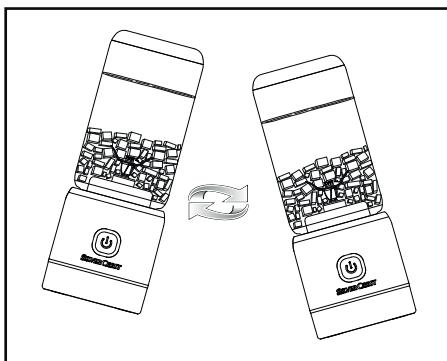

Fig. 1
- 1) Hæld de forberedte ingredienser i blenderbægeret ④, først de flydende ingredienser og derefter frugterne.
- Bemærk:** Hæld aldrig flere ingredienser i end op til MAX-markeringen på blenderbægeret ④! Ellers kan produktet ikke blende ingredienserne rigtigt!
- 2) Vend motordelen ⑨ om, så krydskniven ⑤ vender nedad. Sæt motordelen ⑨ på blenderbægeret ④, og skru det fast i urets retning.
- i Bemærk:** En sikkerhedsmekanisme sørger for, at produktet kun kan fungere, når blenderbægeret ④ er sat rigtigt på. Hvis indikatorlampen ⑧ blinker 5 gange rødt, betyder det, at blenderbægeret ④ ikke er skruet rigtigt på. Blenderbægeret ④ sidder rigtigt, hvis indikatorlampen ⑧ blinker hvidt 5 gange.
- 3) Tryk på tænd- og slukknappen ⑦ 2 gange for at starte produktet. Hold samtidig produktet godt fast i hånden. Produktet begynder at køre, og indikatorlampen ⑧ lyser hvidt.
- 4) For at ingredienserne bedre kan fordeles, kan du bevæge produktet, mens det blander fødevarerne. Hold produktet i hånden, og bevæg det frem og tilbage med svingende bevægelser (se fig. 1). Sørg for, at blenderbægeret ④ ikke løsner sig fra motordelen ⑨.
- 6) Hvis du vil afbryde blendningen før tid, skal du trykke på tænd- og slukknappen ⑦ 1 gang. Produktet holder omgående op med at køre.
- 7) Når blendningen er afsluttet, skal du holde produktet, så blenderbægerets ④ åbning vender opad, og krydskniven ⑤ på motordelen ⑨ vender nedad. Skru motordelen ⑨ af ved at dreje den imod urets retning.
- 8) Blenderbægeret ④ kan også anvendes som drikkebæger. Til transport eller til opbevaring i køleskabet skal du bruge det medfølgende låg ①.